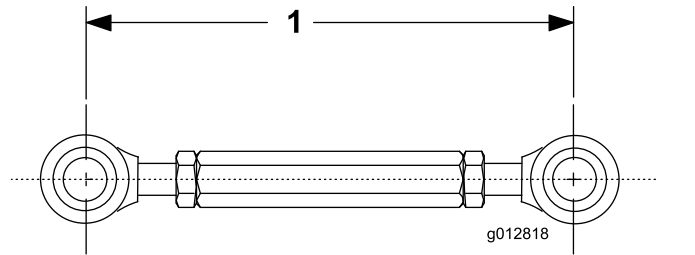

**Figura 8**
**Nota:** Coloque los componentes según se muestra en Figura 8.